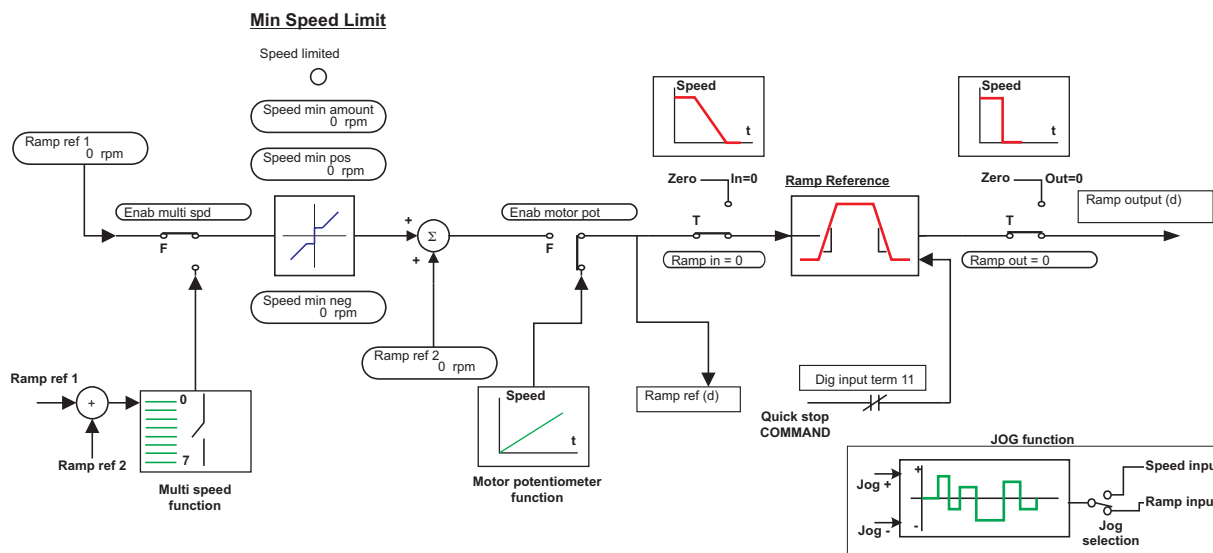

Figura 2.5.1.1: Referencias a la rampa
La referencia total para la rampa **Ramp ref** es el resultado de la suma de los valores con señal de **Ramp ref 1** y **Ramp ref 2** (Véase figura 2.5.1.1 ).